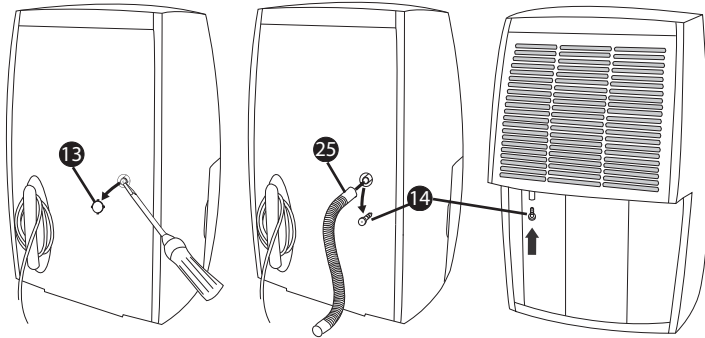

Abb. 2
- ◆ Setzen Sie den Stopfen **14** anschließend in die Austrittsöffnung für den Wassertank ein (siehe Abbildung 2).